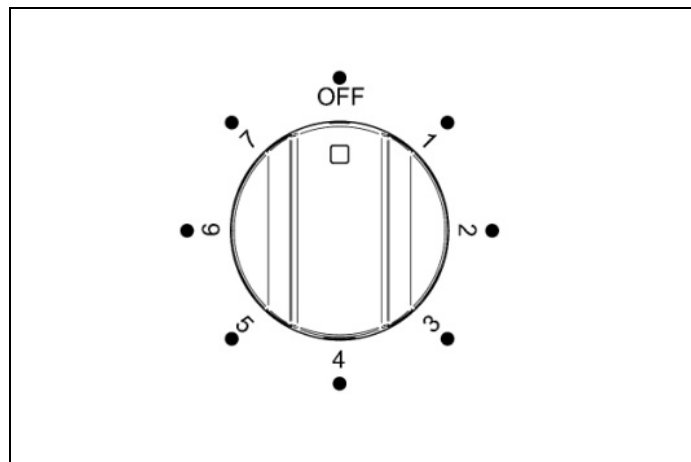
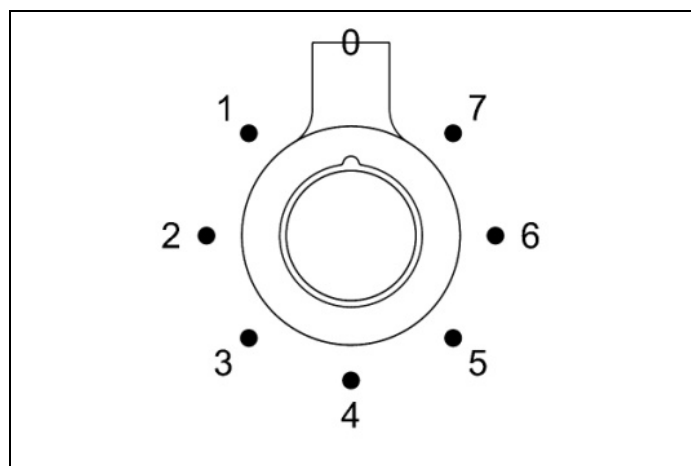

Fig. 20
Fig. 21
- 2) Ruotare in posizione 7 la manopola di controllo grill (Fig. 20 e Fig. 21 ) in senso orario per arrivare al massimo della potenza. La luce rossa del termostato si illuminerà. Per ottenere un miglior risultato è necessario preriscaldare il grill per 3-5 minuti.